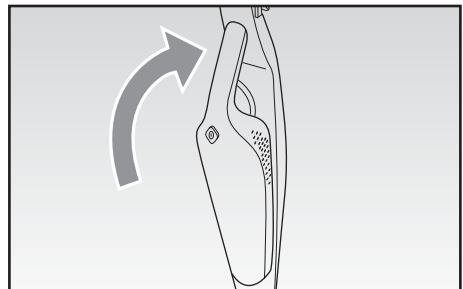

Abb. 6
- Bevor der Handstaubsauger wieder in das Gehäuse des Geräts (M) eingesetzt wird, muss zunächst das verwendete Zubehörteil wieder entfernt werden. Danach den Staubbehälter (F) unten am Fach des Gehäuses (M) ansetzen und dann den Handstaubsauger vorsichtig nach hinten schieben bis ein Rastgeräusch zu hören ist, das bedeutet, dass der Handstaubsauger ordnungsgemäß eingesetzt ist (Abb. 6).